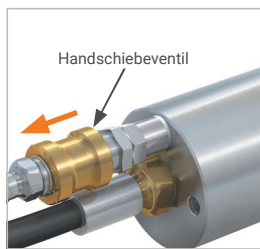

Abbildung 6
- ▶ Schieben Sie die Schiebehülse des Handschiebeventils (Pos. 6) zurück (*Abbildung 6*). Der anliegende Steuerdruck wird entlüftet. Die Frontdichtungen (Pos. 7) werden entspannt, die Verbindung zum Prüfling wird gelöst und der Adapter kann gerade nach hinten abgenommen werden.